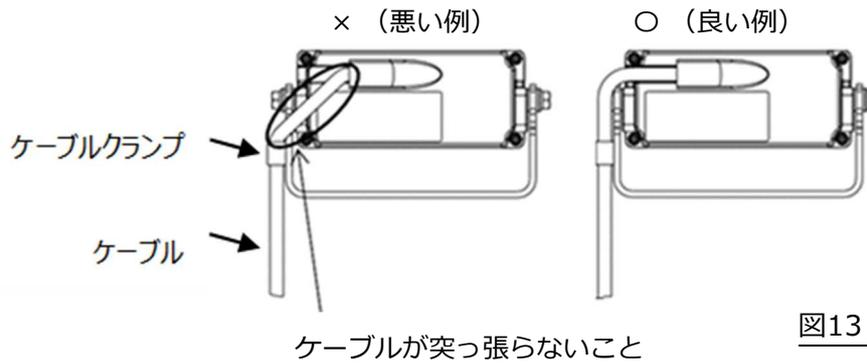

図13 ケーブルクランプ調整
- ② 仮固定したネジ 3 本 (M4×10 : 2本, M3×6 : 1本)を締付けカメラ、ケーブルを固定してください。このとき、カメラからクランプ間のケーブルが突っ張らないようにクランプ部を調整してください。(図13参照)